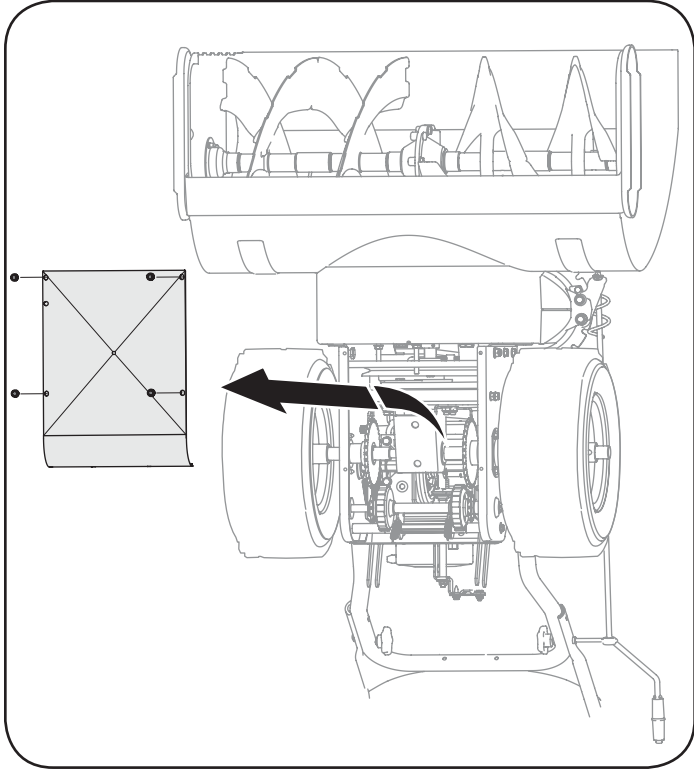

Figure 15
3. Retirez le couvre-chassis du dessous de la souffeuse en enlevant les vis auto-taraudeuses. Voir la Figure 15.